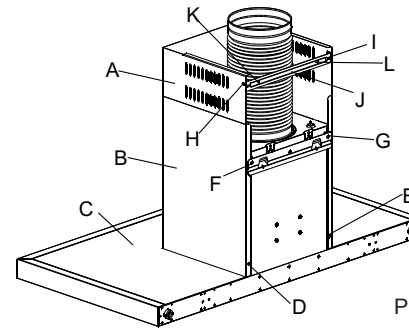

Рис. 2
5. Скоба для кріплення (G), Рис. 2, та гвинти, необхідні для підвішування витяжки, знаходяться в пакеті з деталями, що входить у комплект поставки витяжки.